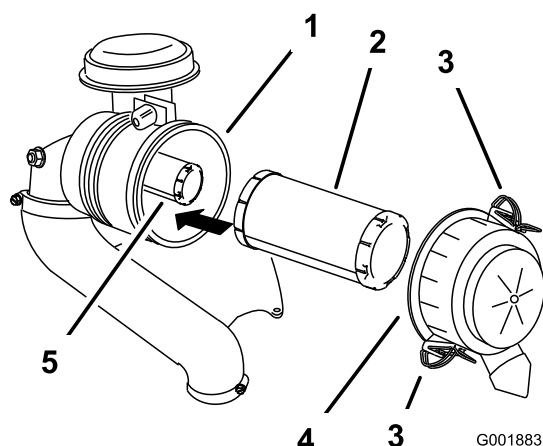

Figure 46
6. Ouvrez les dispositifs de verrouillage du filtre à air et séparez le couvercle du corps du filtre (Figure 46).
8. Sortez l'élément principal du corps du filtre avec précaution (Figure 46).
2. Si vous remplacez l'élément intérieur, insérez-le avec précaution dans le corps du filtre (Figure 46).
3. Placez ensuite l'élément principal sur l'élément intérieur avec le même soin (Figure 46).
4. Remettez en place et verrouillez le couvercle du filtre à air (Figure 46).